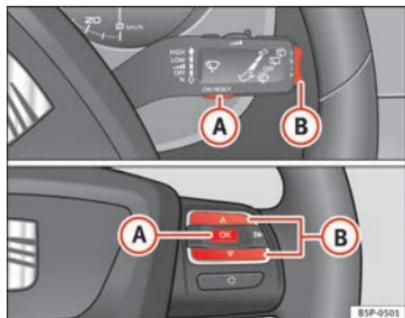

Fig. 41 Botões basculantes A e B. Comandos no volante.
Accionando o interruptor basculante ⇒ fig. 41 (B) na alavanca do limpavidros, podem-se consultar os seguintes dados no indicador multifunções (MFA):